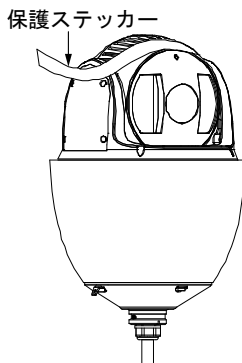

図 2-17 保護ステッカーの取り外し
1. 図 2-17 に示すとおり、保護ステッカーを取り外します。